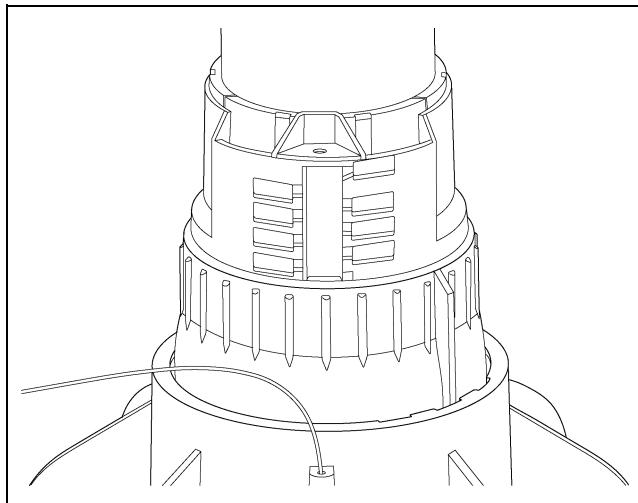
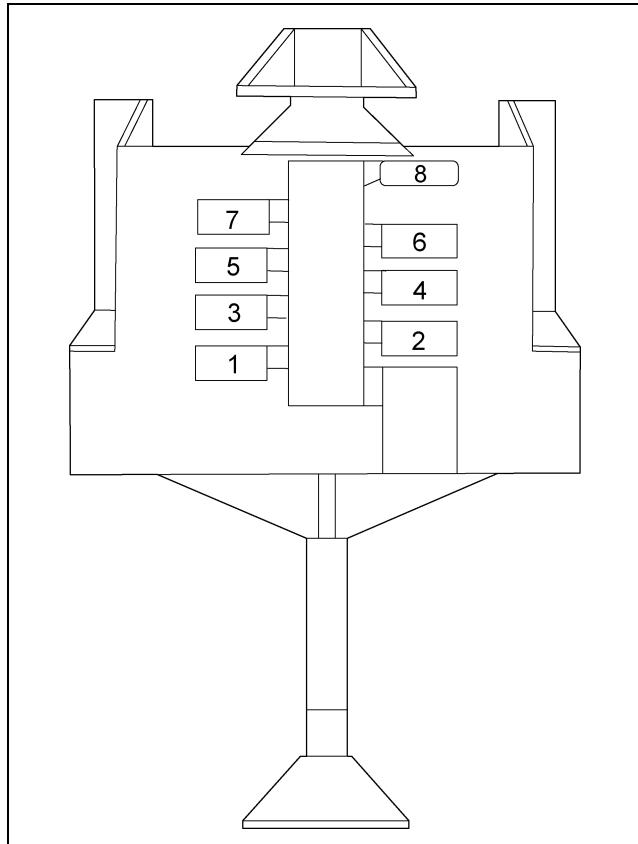

Рисунок 4F
Рисунок 4G
6. После подсоединения регулятора уровня корма и уровня корма к удлинителю трубы отвода поверните регулятор по часовой стрелке, чтобы выступ защелкнулся в центральном пазе, как показано на Рисунок 4F. Теперь можно отрегулировать уровень корма на необходимое значение путем перемещения регулятора уровня корма вверх или вниз и его последующей фиксации вращением выступа в одно из восьми (8) положений блокировки. Параметры настройки уровня корма/ворота, а также показатели подачи корма см. в Рисунок 4G и Объем кормушек для птицеферм по разведению индеек сх..